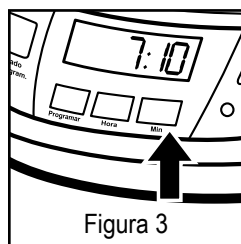

Figura 3
2. Presione y detenga el botón de minutos MIN. Hasta que en la pantalla del reloj aparezcan los minutos correctos. Consulte la figura 3.